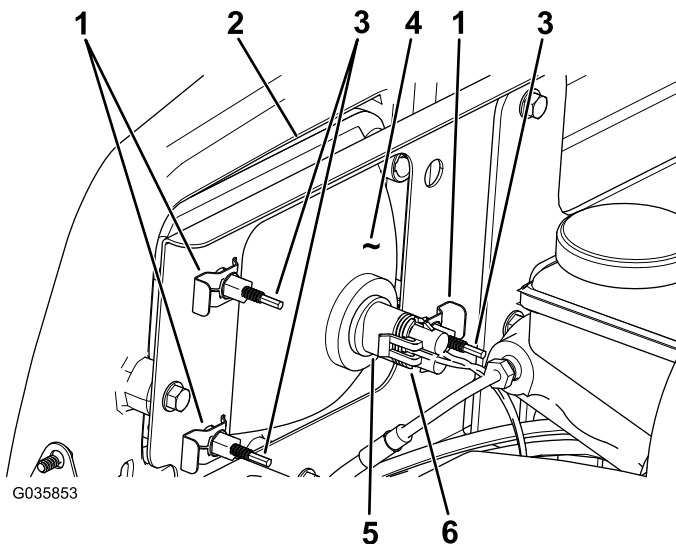

图 50
3. 将线束的电气接头与新灯总成的接头断开 图 50。
4. 卸下将大灯固定至大灯支架上的快速夹 图 50。
5. 将大灯总成从前保险杠的开口向前推出卸下大灯总成 图 50。
6. 通过保险杠开口将新大灯装入 图 50。
8. 将线束的电气接头与灯总成的接头连接 图 50。
2. 在大灯总成背面旋转调节螺丝 图 50 以转动大灯总成调整光束投射的位置。